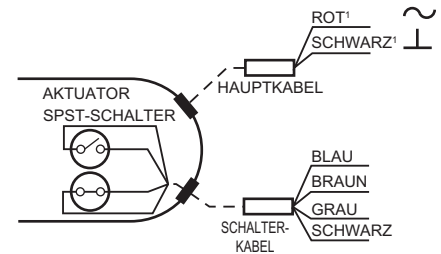

Abb. 9. Details der Kabelinstallation.
Einige Modelle enthalten Hilfsschalter. Details zur Verkabelung finden Sie in Abb. 9.
2. Schließen Sie den Aktuator an die Spannungsversorgung und Masse an. (Siehe Abb. 9 und Tabelle 3.)